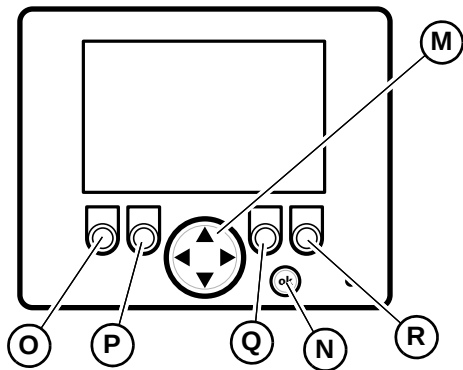

Figura 20 – Schermo elettronico del centro informazioni
Visualizzazione di quattro indicatori Visualizza contemporaneamente quattro diversi parametri di stato. Per modificare i parametri visualizzati, premere e tenere premuto il pulsante OK (N, Figura 20) finché non venga visualizzata la barra arancione (T). Premere il lato destro/sinistro del pulsante di navigazione a bilanciere (M, Figura 20) per selezionare il parametro e premere la parte superiore/inferiore del pulsante di navigazione a bilanciere per cambiare il parametro selezionato. Premere di nuovo il pulsante OK per eliminare la barra arancione (T).
Visualizzazione di un solo indicatore Visualizza in tempo reale il valore di singoli parametri di funzionamento. Per passare da un parametro all'altro usare il pulsante di navigazione (M, Figura 20). Serve a varie funzioni, a seconda della schermata e del contesto.
Tutte le schermate secondarie	È possibile accedere alle schermate secondarie tenendo premuto per 10 secondi il pulsante OK (N, Figura 20) mentre è visualizzata la schermata che mostra due indicatori. Premere il lato destro/sinistro del pulsante di navigazione a bilanciere (M, Figura 20) per passare da una schermata secondaria all'altra.
Schermata delle unità di misura Premere la parte superiore/inferiore del pulsante di navigazione a bilanciere (M, Figura 20) per visualizzare i valori sullo schermo in unità di misura SAE o metrico decimali.
Schermata della lingua Premere la parte superiore/inferiore del pulsante di navigazione a bilanciere (M, Figura 20) per visualizzare in inglese o spagnolo i nomi dei parametri sullo schermo.
Schermata DM1 Visualizza i messaggi con i codici di errore relativi a motore, trasmissione, comandi e sistema di sicurezza. Il numero di messaggi disponibili è visualizzato nell'angolo superiore sinistro dello schermo (T). Usare i pulsanti (P e Q, Figura 20) per scorrere i messaggi. Per i dettagli dei singoli codici di errore, vedere "Codici diagnostici di guasto (DTC) del motore" a pagina 183.
Schermata DM2 Visualizza i messaggi con i codici di errore, successivamente alla schermata DM1. Il numero di messaggi disponibili è visualizzato nell'angolo superiore sinistro dello schermo (T). Usare i pulsanti (P e Q, Figura 20) per scorrere i messaggi. Per i dettagli dei singoli codici di errore, vedere "Codici diagnostici di guasto (DTC) del motore" a pagina 183.